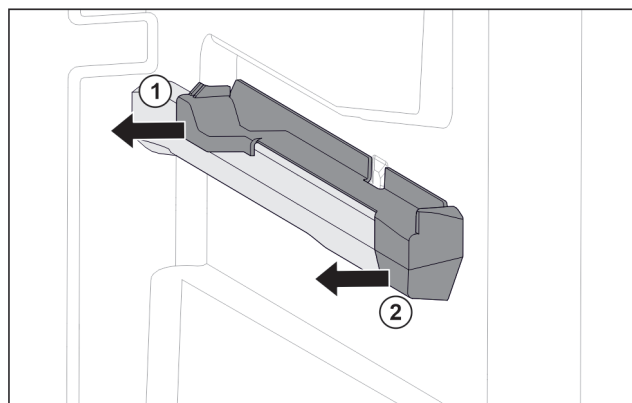

Fig. 130 Natični dio na desnom žlijebu spremnika
- Skinite natični dio straga u stranu. Fig. 130 (1)
- Skinite natični dio sprijeda u stranu. Fig. 130 (2)